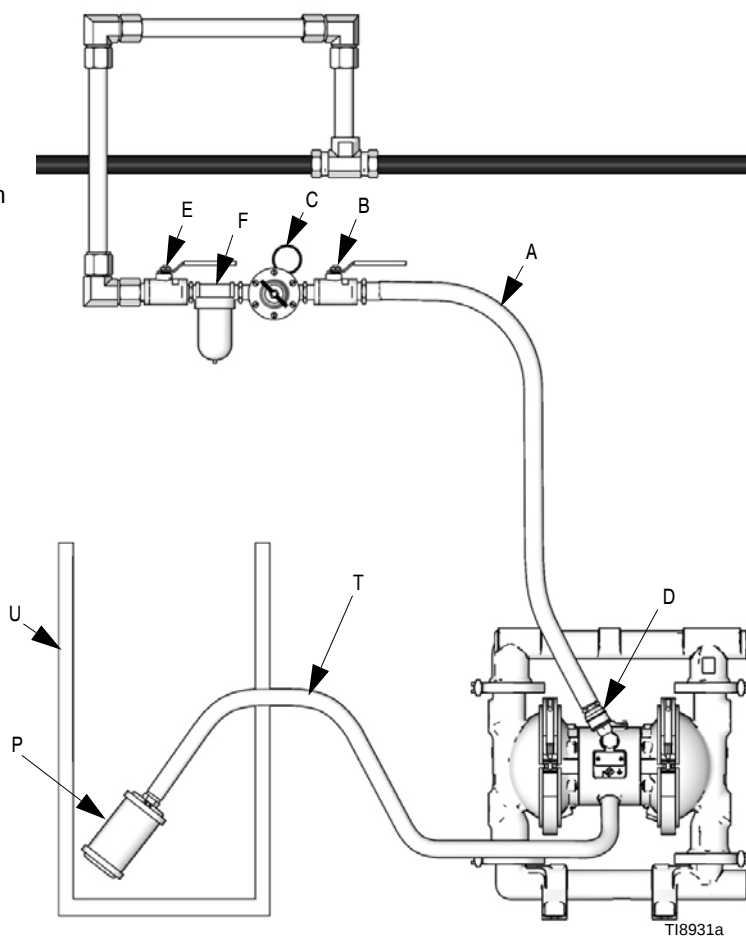

FIG. 4 Ventilación del escape de aire
Un fallo del diafragma puede provocar el bombeo del fluido hacia la salida de aire. Coloque un recipiente apropiado en el extremo de la tubería de salida de aire para recoger el fluido. Consulte la FIG. 4.
1. Desmonte el silenciador (P) de la lumbrera de escape de aire de la bomba.
2. Instale una manguera de escape de aire conectada a tierra (T) y conecte el silenciador (P) en el otro extremo de la manguera. El tamaño mínimo para la manguera de evacuación es de 19mm (3/4 pulg.) ID. Si se requiere una manguera más larga de 4,57m (15 pies), use una manguera de mayor diámetro. Evite la formación de curvas o dobleces en la manguera.
3. Coloque un contenedor (U) en el otro extremo de la tubería de escape de aire para recoger el fluido en caso de rotura del diafragma. Consulte la FIG. 4.